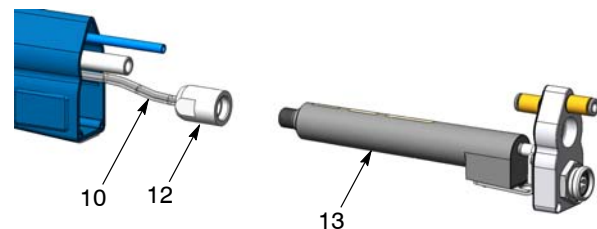

Abb. 39 Elektrodenkabel abnehmen
8. Siehe Abbildung 39. Die Spannungsvervielfachermutter (12) vom Spannungsvervielfacher (13) abschrauben.
3. Siehe Abbildung 39. Das Feder-Ende des Elektrodenkabels (10) bis zum Anschlag in das Spannungsvervielfachergehäuse stecken, dann die Spannungsvervielfachermutter (12) fest auf den Spannungsvervielfacher schrauben.